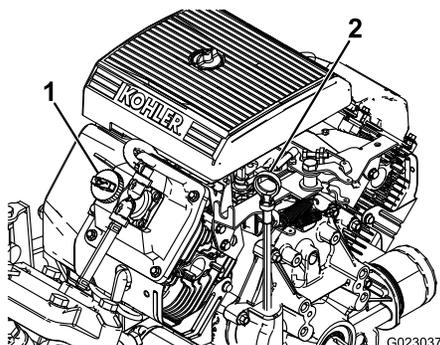

図 40
2. ディップスティックを抜きウェスで一度きれいに拭く **図 40**。ディップスティックを、チューブの根元までもう一度しっかりと差し込む。ディップスティックを引き抜いて油量を点検する。
3. オイルの量が不足している場合は、バルブカバーについている補給口のキャップ **図 40** を取り、ディップスティックの FULL マークまで補給する。補給するときはディップスティックで確認しながら少量ずつ入れる入れすぎないように注意してください
8. 所要量の約 80% のオイルを補給口から入れる **図 40**。